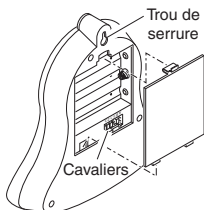

Figure 2
2. **Ouvrez le compartiment à piles du carillon.** Appuyez sur le loquet à l'arrière du carillon, puis soulevez le couvercle (voir la Figure 2).